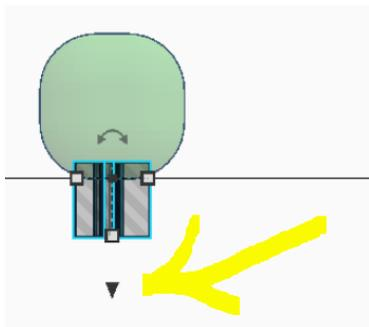

Figura 17. Deslocando para baixo.
12. Vá para a visão *frontal*, clique na letra A e no triangulozinho preto para deslocar a letra para ficar abaixo do dado, como mostra a Figura 17.